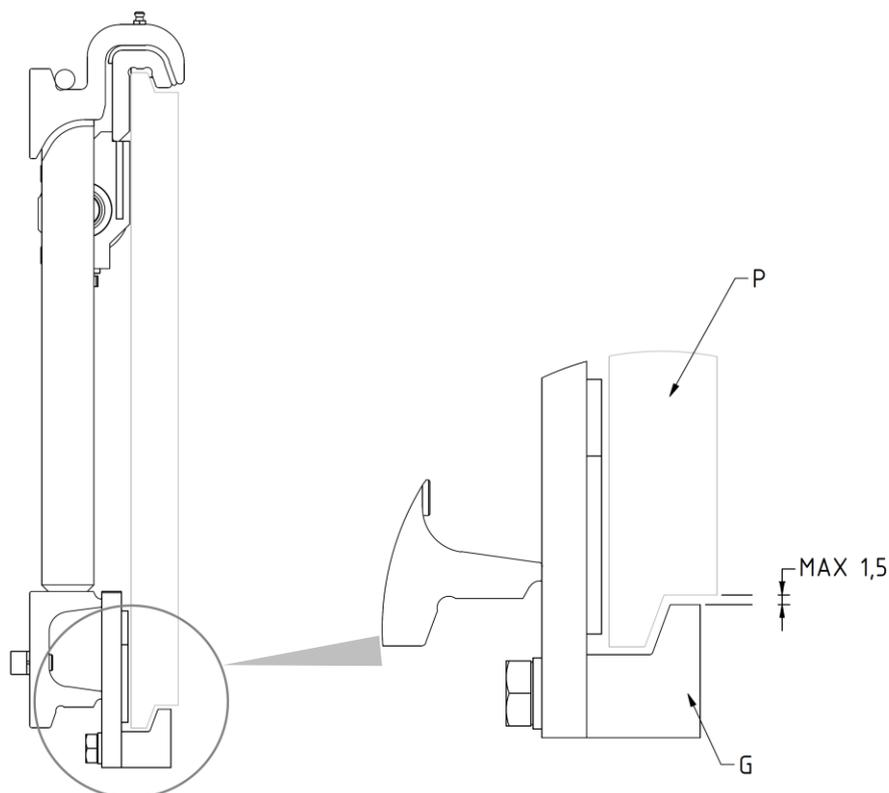
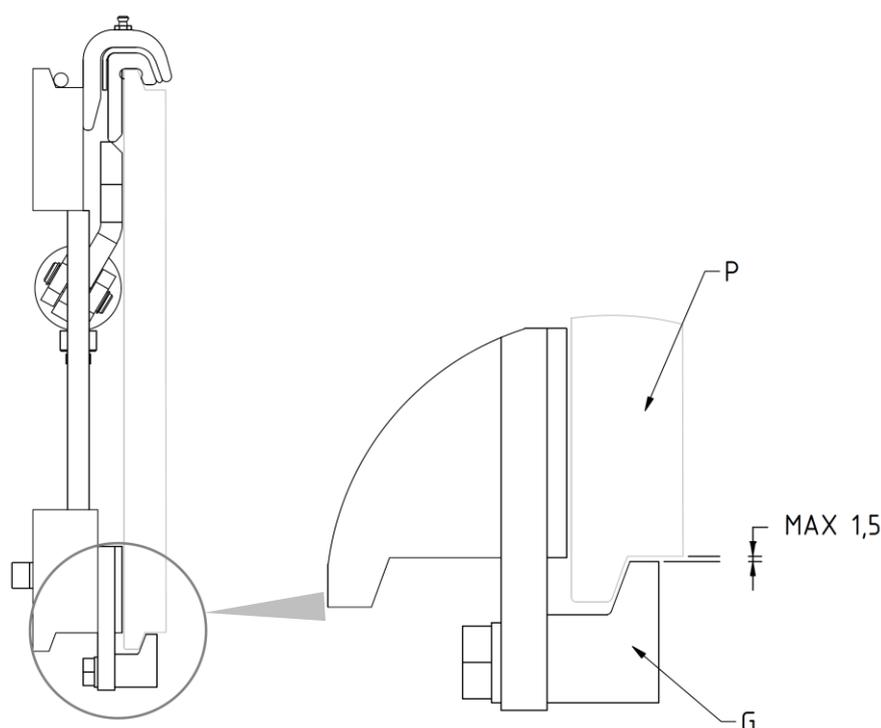

Figura 10
Figura 15
8. Atornillar los dos ganchos inferiores **G** para que su cuerpo quede enganchado debajo a la placa porta horquillas **P** (con un juego máximo de 1,5 mm, mira *Figura 10*) apretando con el par de apriete indicado en la *Tabla 4*.
8. Atornillar los dos ganchos inferiores **G** para que su cuerpo quede enganchado debajo a la placa porta horquillas **P** (con un juego máximo de 1,5 mm, mira *Figura 15*) apretando con el par de apriete indicado en la *Tabla 5*.
3. Verificar la holgura entre la parte inferior de la plancha porta horquillas y los ganchos inferiores del equipo, verificando que sea como se indica en la *Figura 6* (pag. 11), en la *Figura 10* (pag. 14) y en la *Figura 15* (pag. 17) y, si es necesario, intervenir en el apriete de los tornillos que los sostienen.